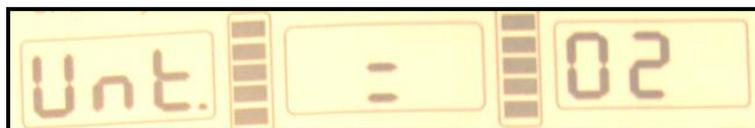

Рис. 12-2
12.2 Нажать кнопку b+ или b-, см. рис. 12-2, теперь выбрана единица измерения – унция.